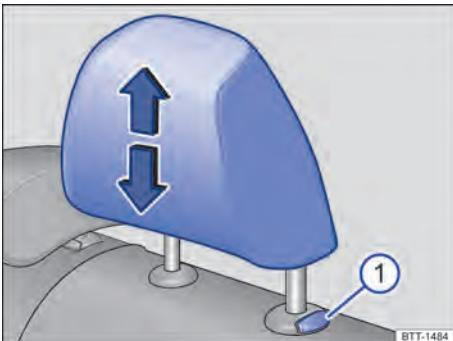
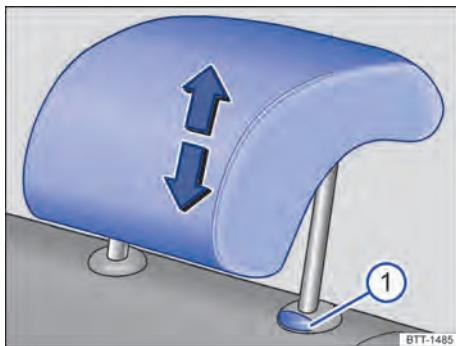

Fig. 42 Assentos traseiros laterais: ajustar o apoio para cabeça.
Fig. 43 Assento traseiro central: ajustar o apoio para cabeça.
- Empurrar o apoio para cabeça para cima no sentido da seta ou, com o botão → Fig. 42 ① ou → Fig. 43 ① pressionado, empurrar para baixo → .